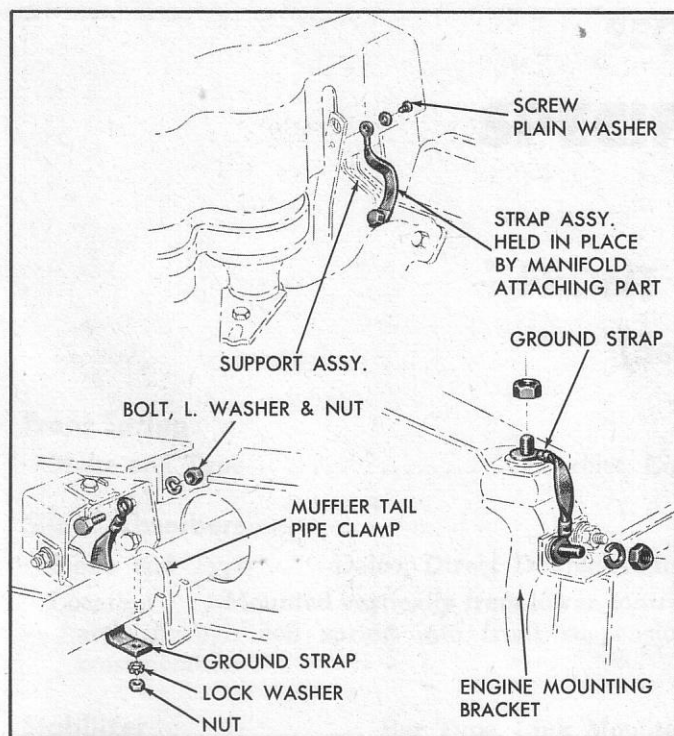

Fig. 6—Radio Ground Straps
### GROUND STRAPS (fig. 6)
**GROUND STRAPS (fig. 6)**